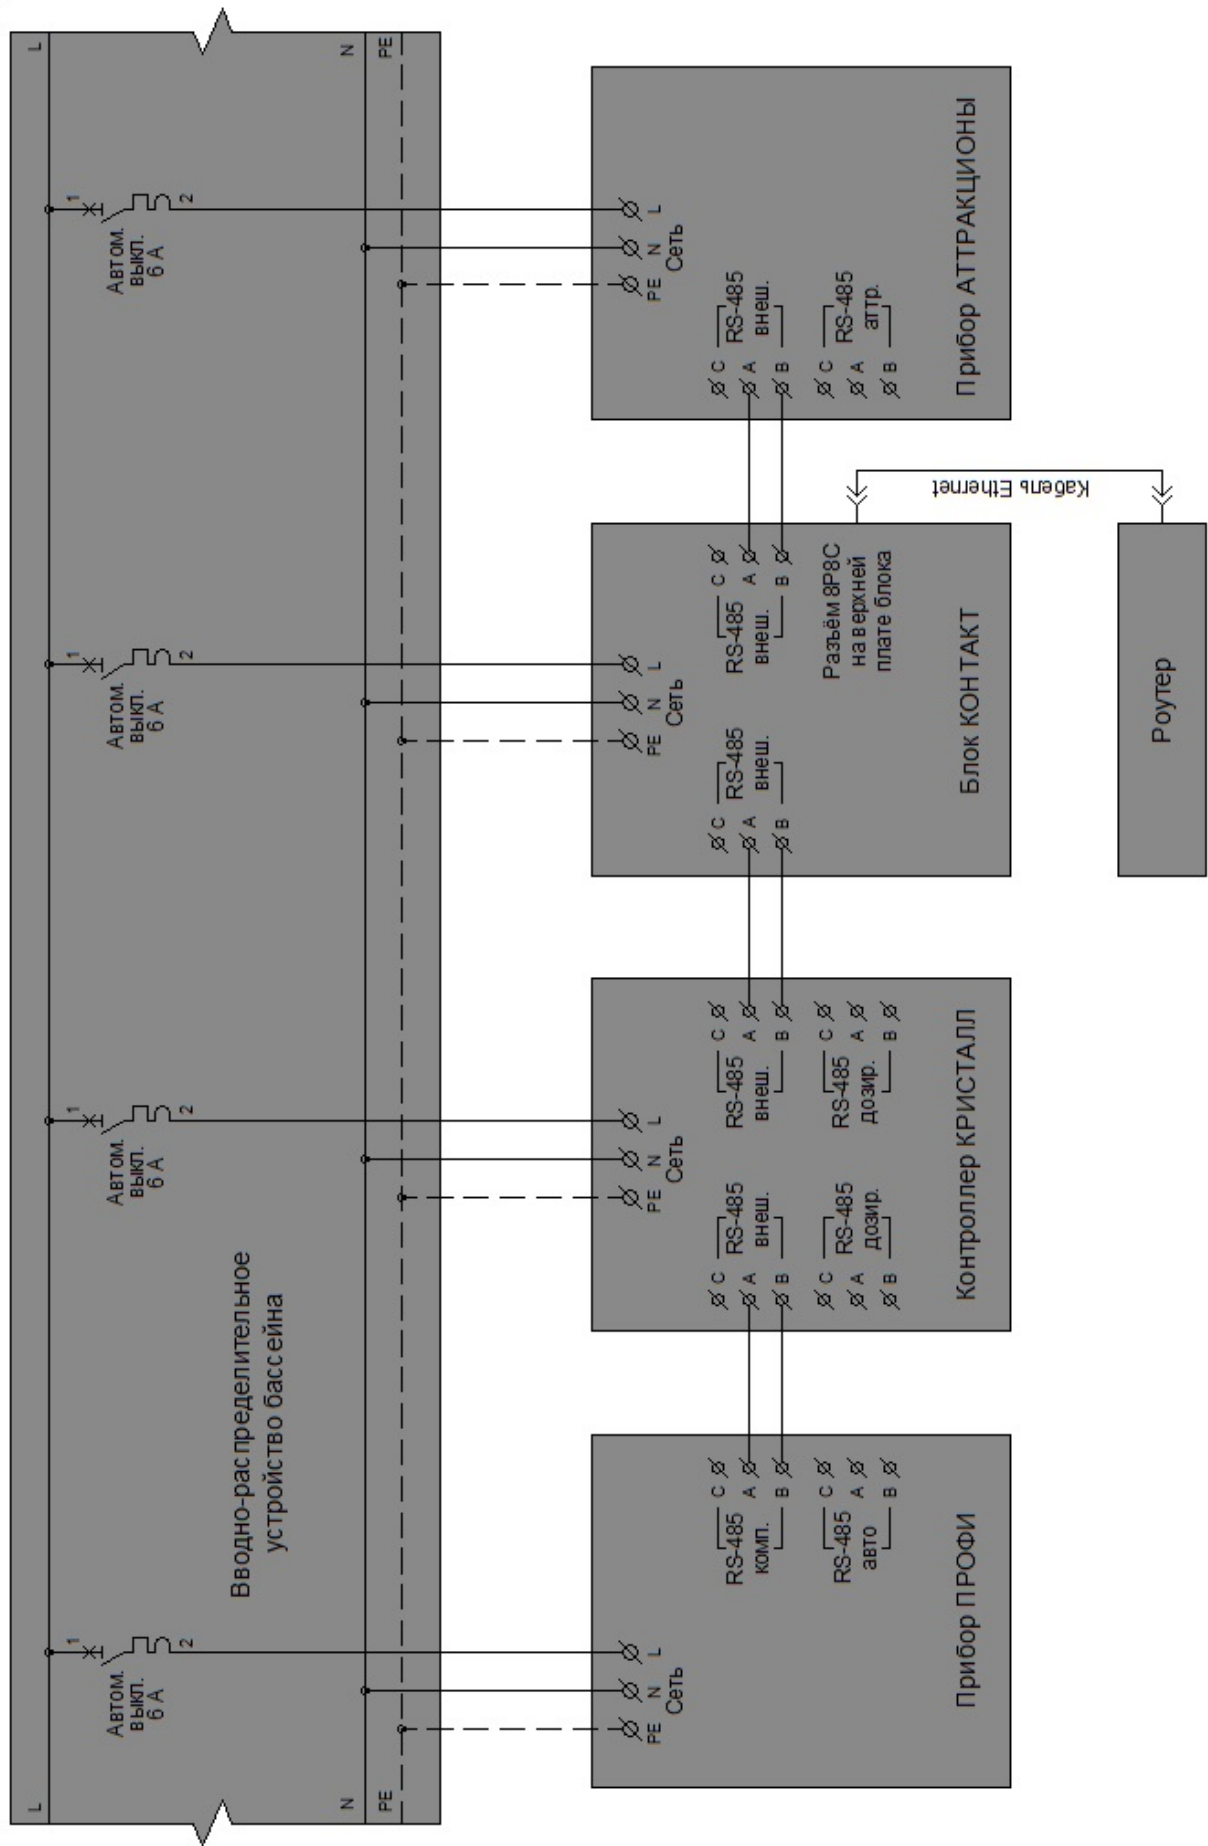

Рис. 4.3-2 Пример подключения блока КОНТАКТ
Пример подключения блока КОНТАКТ изображён на рис. 4.3-2.
На рис.4.3-2 для приборов ПРОФИ, КРИСТАЛЛ, АТТРАКЦИОНЫ показаны только те их соединения, которые связывают их с работой блока КОНТАКТ; остальные соединения приборов условно не показаны.
- убедиться, что во вводно-распределительном устройстве бассейна выключен автоматический выключатель, относящийся к блоку КОНТАКТ (см. рис.4.3-2);